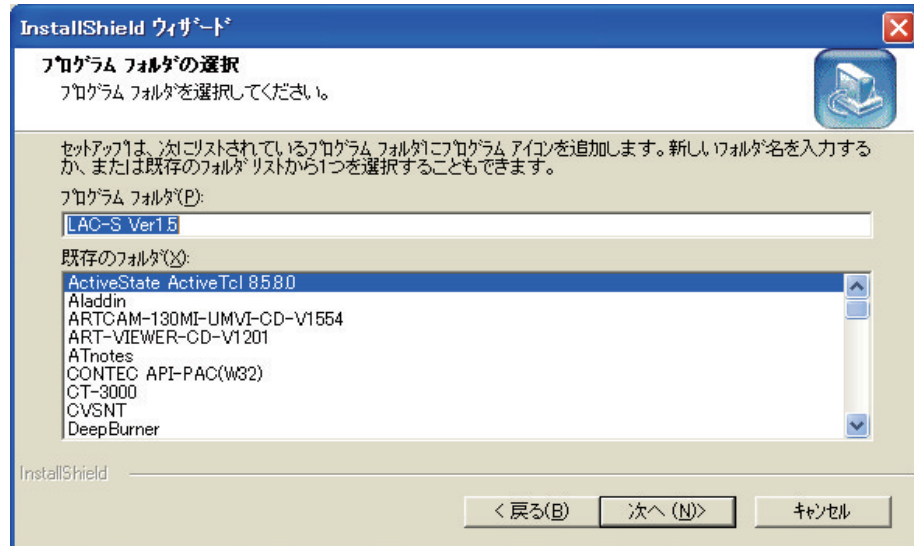

図4-1-6
プログラムフォルダの選択ウィンドウ(図4-1-6)が表示されます。
- ・ [戻る(B)]をクリックした場合、図4-1-6に戻ります。